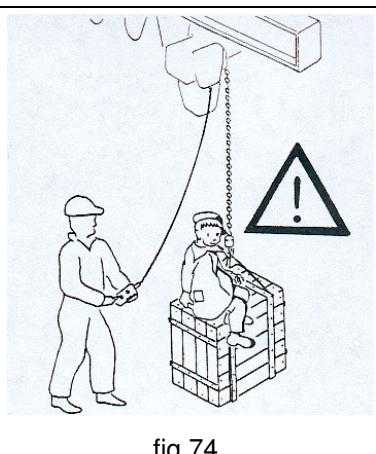

fig.74
- MAI** utilizzare la gru a bandiera per il sollevamento e il trasporto di persone (fig.74).